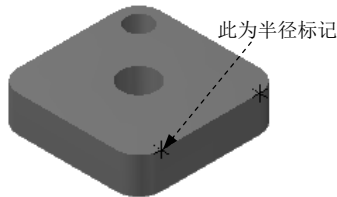

图 7.3.12 半径标记
- **动态插入**命令: 用于以动态插入点的方式插入可变半径的标记, 半径标记如图 7.3.12 所示。